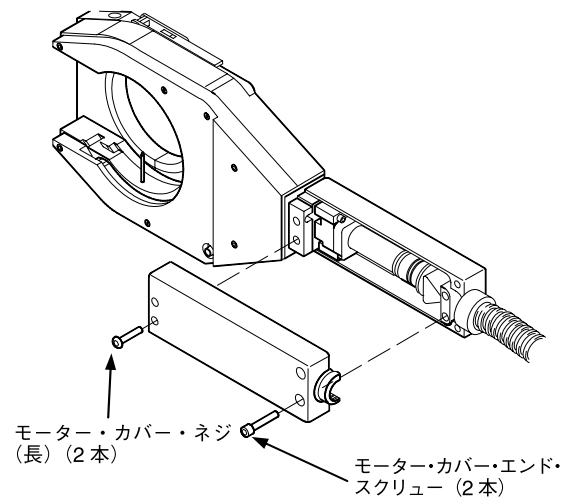

図 15: モーター・カバーを取り外す
4. 長いモーター・カバー・ネジとモーター・カバー・エンド・スクリューを取り外します。図 15 をご参照ください。